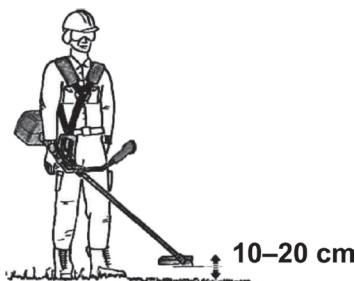

Рисунок 8. Регулювання наплічного паскового підвісу.
- послабити кріплення скоби (12, рис. 1) і відрегулювати її рухом вверх-вниз до оптимального балансу мотокоси. Балансування мотокоси та регулювання пасків підвісу виконано вірно, коли ріжучий інструмент розташований на відстані 10–20 см від поверхні землі (див. рис. 8);